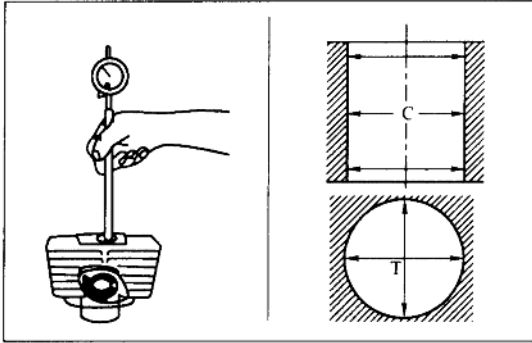

图 1-15 气缸直径测量方法
3. 气缸体的检查与修理 拆下气缸体后先清除积炭,然后用专用气缸内径千分表测量气缸内径。测量方法:将内径千分表的表头轻轻地放入气缸内,使表头与气缸内径轴线垂直。为保证测量准确,应左右摆动内径千分表,取指针读数的最小值。测量时应在活塞行程范围内,分别测量气缸直径在上、中、下三个位置上 X 方向和 Y 方向的尺寸(图 1-15)。测量值与标准气缸内径的差值,即为气缸内壁磨损值。当气缸内壁磨损值